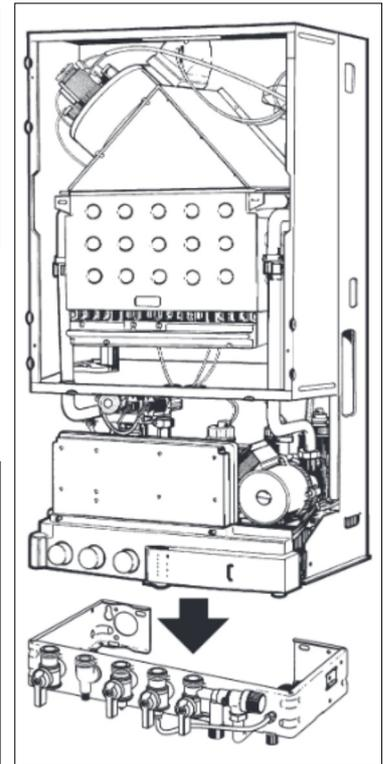

Fig. 10
- Présenter la chaudière au dessus de la barrette, la laisser descendre sur celle-ci (fig. 10).
- Mettre en place les différents joints, "**G**" (**caoutchouc**) **sur le gaz**, + le **filtre eau "F"** **sur l'eau froide**, et serrer les raccords des tubes de liaison en commençant par le tube gaz (fig. 10 a).
Fig.10 a
Fig.10 b